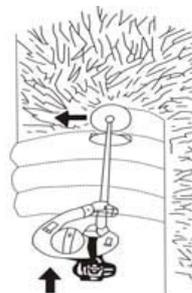

Fig.20
2. Movimento o roçador da esquerda para a direita. Se estiver a cortar relva com o lado esquerdo da cabeça, a cabeça pode projectar alguns objectos na direcção do operador, o que constitui um risco. Nunca use o lado esquerdo da cabeça de fio de nylon para cortar relva. Fig.20.